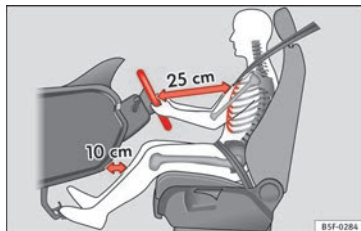

Fig. 55 Distance correcte entre le conducteur et le volant.
- Réglez le volant de sorte que la distance entre celui-ci et votre cage thoracique soit d'au moins 25 cm » **fig. 55.**
- Réglez le siège du conducteur de manière à laisser une distance minimale de 25 cm entre votre cage thoracique et le centre du volant » fig. 55. Si la distance est inférieure à 25 cm, le système d'airbags ne peut pas vous protéger correctement.